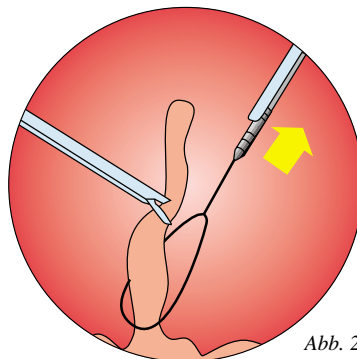
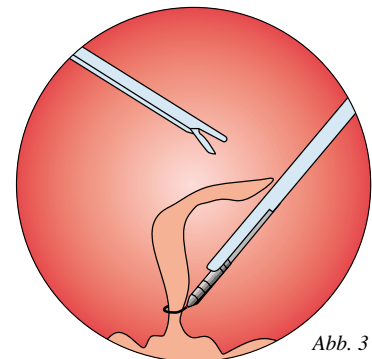

Abb. 2
Abb. 3
Ein weiterer Halbknoten wird gelegt und festgezogen. Ein dritter gegenläufiger Halbknoten wird am anderen Fadenlauf nach unten geschoben, um den Knoten zu sichern (Abb. 2).
Grundsätzlich sollte der Fadenzug nach unten und außen ausgeübt werden. Wird nur nach unten gezogen, ist die Reibung am Nahtmaterial zu stark und der Halbknoten gleitet nur schwer hinunter. Es empfiehlt sich daher, die Spitze des Knotenschiebers so zu halten, dass sie unterhalb des Halbknotens steht. Durch den so entstandenen Winkel wird automatisch ein Fadenzug nach unten aufgebaut (Abb. 3).
4. Das Gewebe wird durch die Schlinge gezogen (Abb. 2). Durch Zurückschieben des Gleiters mit einer Hand wird beim ENDO-SUTURE-SYSTEM die Ligatur mittels Knotenschieber direkt festgezogen (Abb. 3 und 3a).